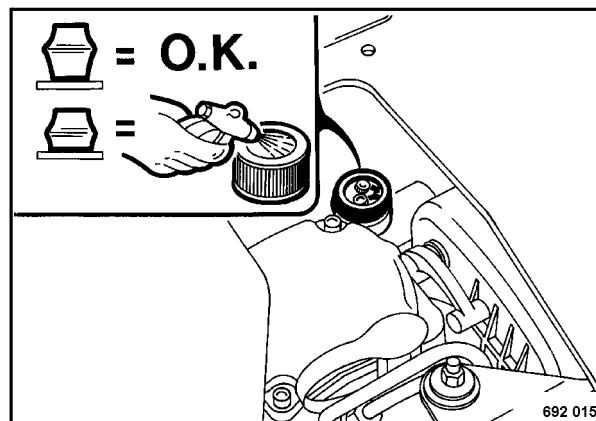

Fig. 4
- Levantar el fuelle de goma (Fig. 4), arrancar el motor, y hacerlo funcionar al máximo número de revoluciones.